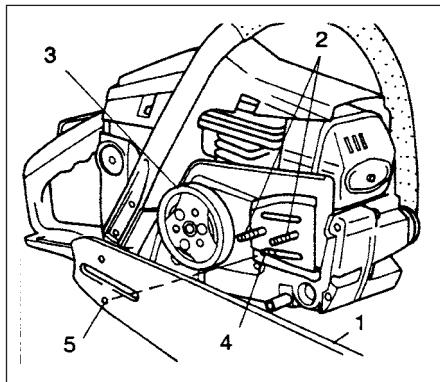

Рис.1-1
1. Удалить боковой корпус путём выкручивания двух зажимных гаек направляющей шины и смонтировать направляющую шину (1) на болтах (2), затем протолкнуть её в направлении звёздочки (3), насколько это возможно. Проследить, чтобы выступ регулировочного болта д... натяжения цепи (4) зафиксировался в отверстии шины (5). (Рис. 1-1)